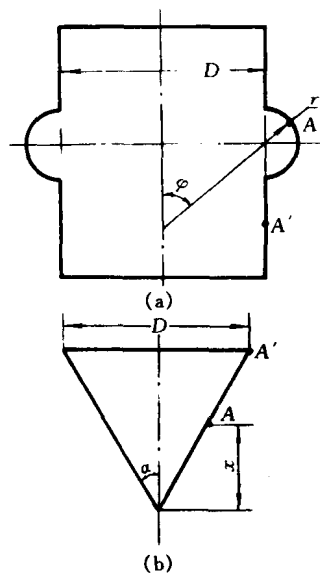

图 2-4
2. 试用图 2-4(a)、(b)中所注尺寸符号写出各回转壳体中 A 和 A' 点的第一曲率半径和第二曲率半径，以及平行圆半径。